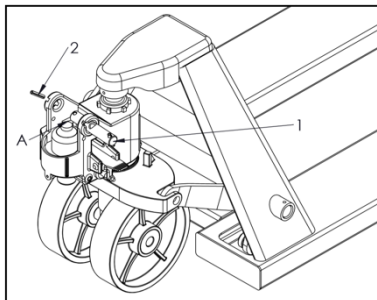

Figura 1
3.1 Estrarre il perno tondo (elemento 1) indicato nella Figura 1.